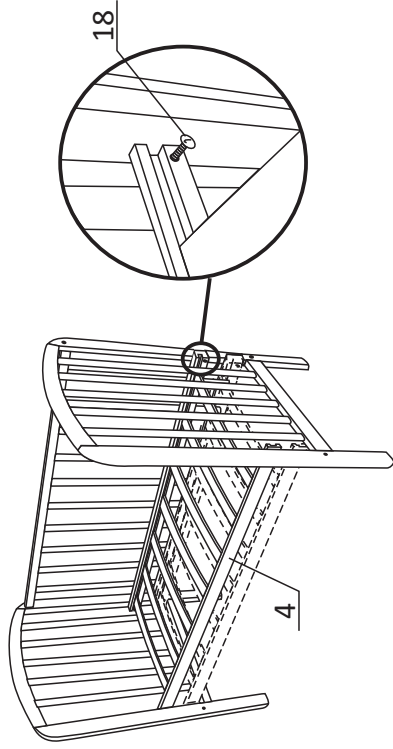

Рисунок 2
3. Установить дно (4) на винты (18)(Рис.2). Дно кровати имеет возможность установки в два положения по высоте от пола.